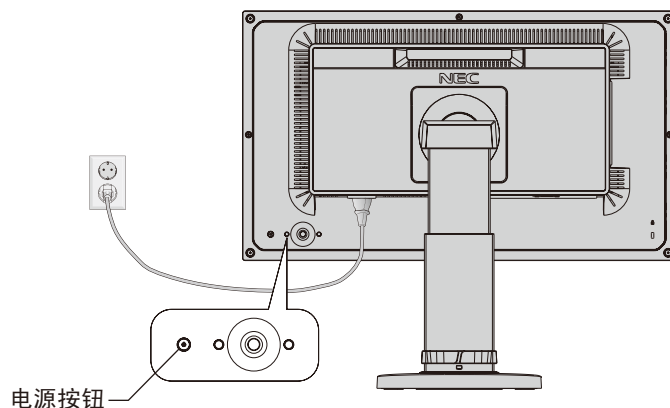

图 E.1
8. 打开计算机并通过显示器背后的电源按钮打开显示器 (图 E.1)。